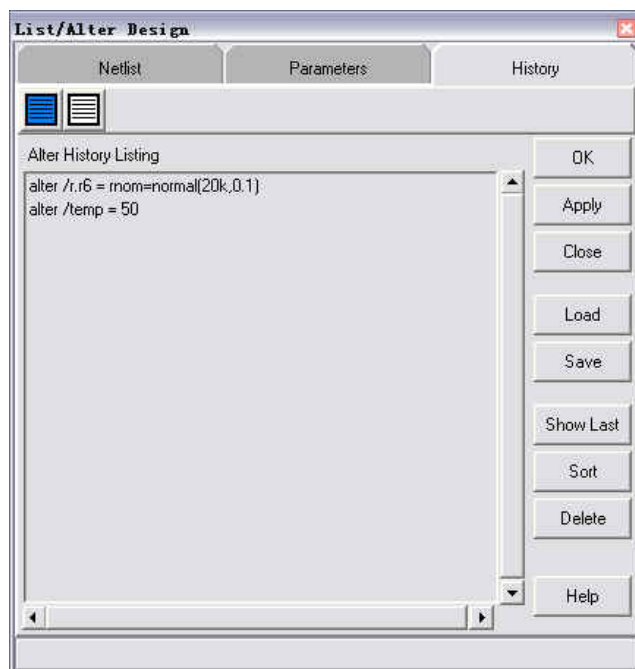

图 2-9 History 面板内容
- ▲ **History:** 如图 2-9 所示, 在该面板那, 允许重新应用已改变的参数, 调用和保存改变命令 (Alter) 到命令文件 (.scs)。从历史列表中整理和删除先前执行的改变命令。